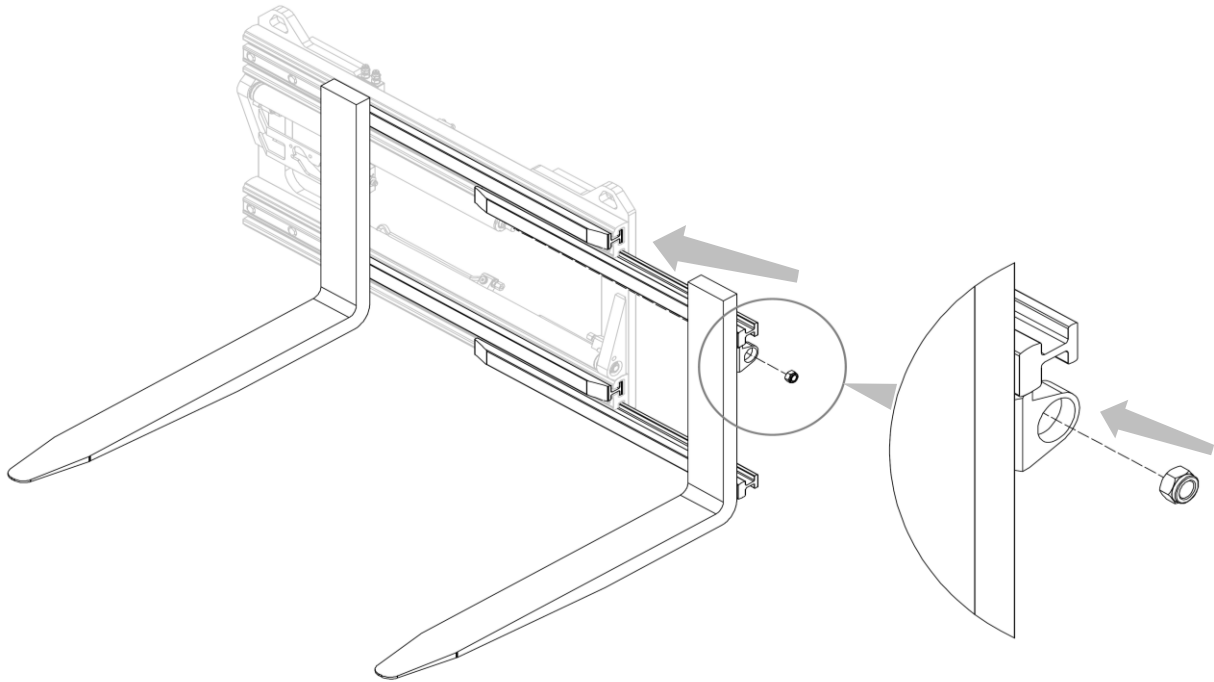

Figure 13
2. Mettre en place les fourreaux, avec leurs fourches soudées dessus, et avec les écrous correspondants, les raccorder aux vérins (voir *Figure 13*).